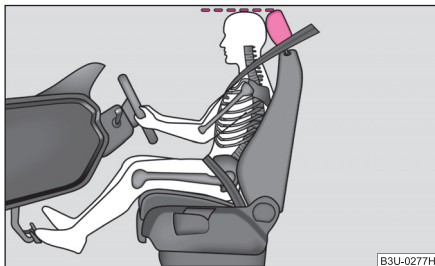

Fig. 129 Reglarea corectă a înălțimii tetierei
- Reglați tetierele astfel încât marginea superioară a tetierei să se afle la aceeași înălțime cu partea superioară a capului dvs. ⇒ fig. 129.
- Reglați tetierele astfel încât marginea superioară a tetierei să se afle la aceeași înălțime cu partea superioară a capului dvs. ⇒ pagina 123, fig. 129.